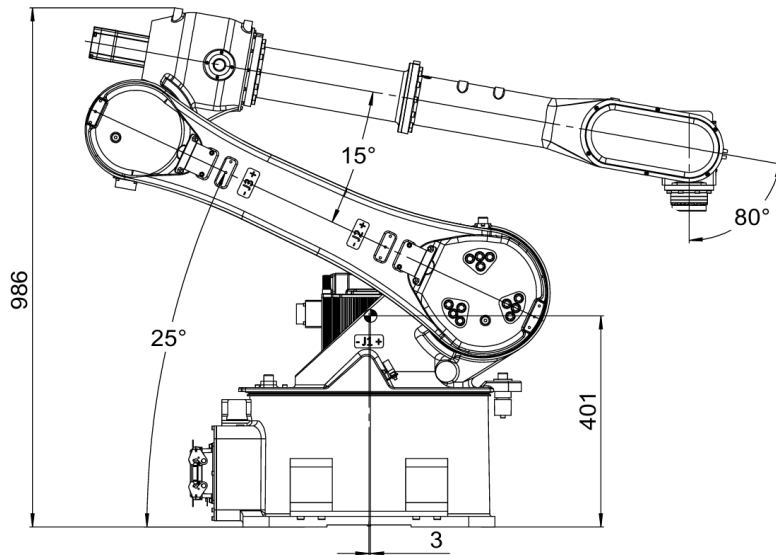

图 9-5 AIR20-2000B 系列操作机搬运位姿图
- 肘部负载质心位置需位于图 9-5 所示安装螺钉 150mmx80mm 区域内部。
AIR20-2000B 系列操作机搬运时一至六轴姿态如表 9-1 和图 9-5 所示。